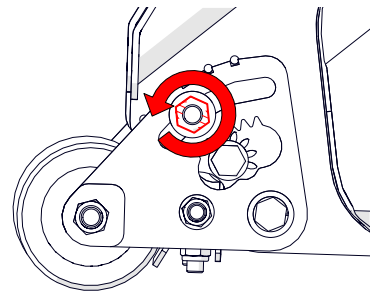

Fig.12E - Desserrer l'écrou de serrage supérieur du quadrant du rouleau.
6. Desserrez l'écrou de serrage supérieur du quadrant du rouleau [clé de 19 mm] (Fig.12E). Répétez l'opération sur le quadrant du côté opposé.